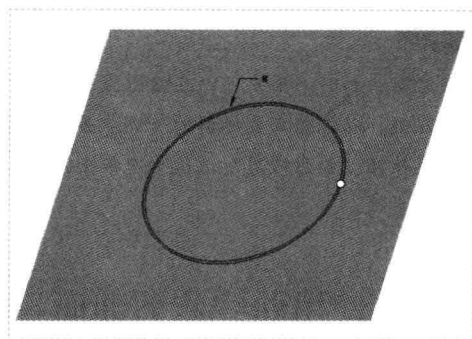

图 10-47 更改修剪方向
Step 02 在“模型”选项卡中,单击“编辑”面板中的“修剪”按钮,弹出“曲面修剪”选项卡,在绘图区选择曲线,并更改修剪方向,如图 10-47 所示。